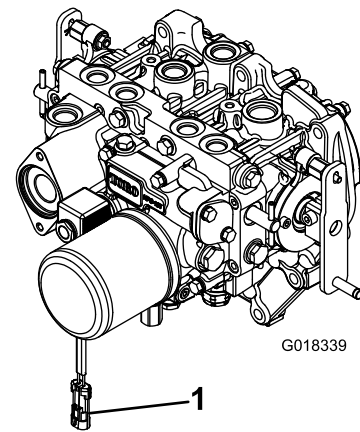

Figura 3
2. Para evitar que se engrane accidentalmente el embrague de la TDF, desconecte el conector eléctrico del arnés de cables del conector de la bobina de la válvula del solenoide de la TDF (Figura 3).
- Después de conectar el otro extremo del árbol de transmisión al eje de la caja de engranajes del accesorio, conecte el conector eléctrico del arnés de cables al conector de la bobina de la válvula del solenoide de la TDF (Figura 3).